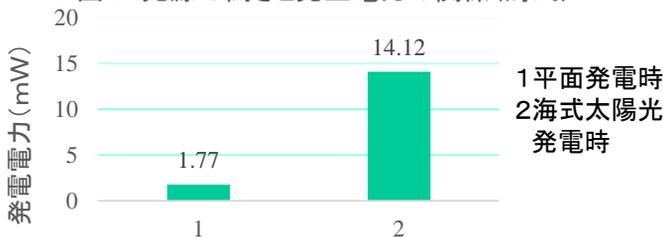

図3 平面発電と海式太陽光発電の比較
- ・平面発電と海式太陽光発電の単位面積当たりの発生電力(光源と太陽光パネルの距離 20cm)を比較すると、7.98倍になった(図3)。